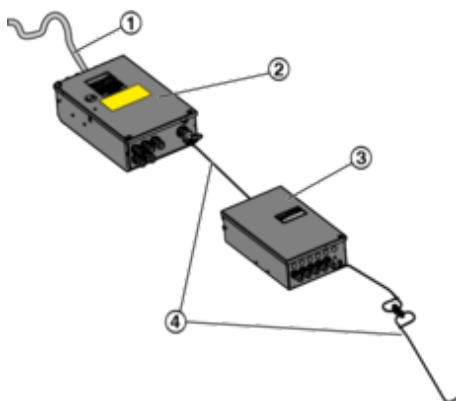

Abb. 9: Reglerbox und Klemmenkasten
1. ▶ Deckel vom Klemmenkasten (Abb. 9/3) demontieren, dazu die Kreuzschlitzschrauben lösen und den Deckel abnehmen.
Der 230 V Anschlussbereich (Abb. 9/2) darf nicht geöffnet werden, er dient der internen elektrischen Verdrahtung und darf nur durch den TROX Service geöffnet werden.